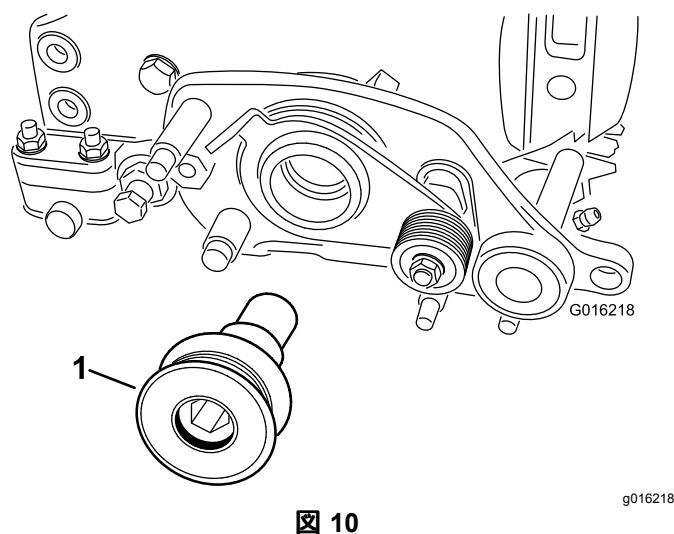

図 10
25. グルーマ駆動プーリをリール右側のリールシャフトに取り付け、 $170\text{N}\cdot\text{m}$ $17.3\text{kg}\cdot\text{m} = 125\text{ft}\cdot\text{lb}$ にトルク締めする 図 10。